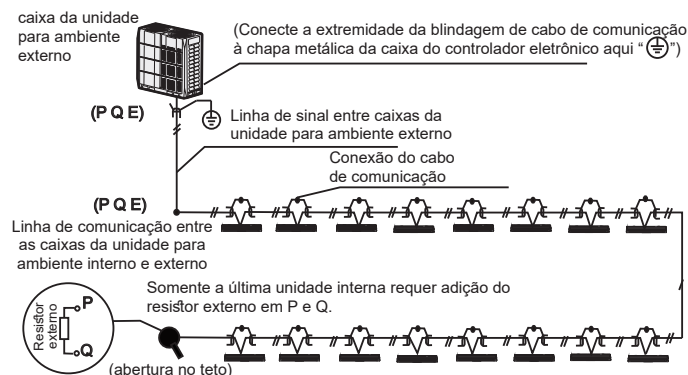

Figura 29
- O cabeamento de comunicação entre as unidades internas e externas deve conectar uma unidade após a outra através de encadeamento de margarida desde a caixa da unidade para ambiente externo até a unidade interna final e a camada blindada deve estar devidamente aterrada, e um resistor externo deve ser adicionado à última unidade interna para melhorar a estabilidade do sistema de comunicação (consulte a Figura 29).